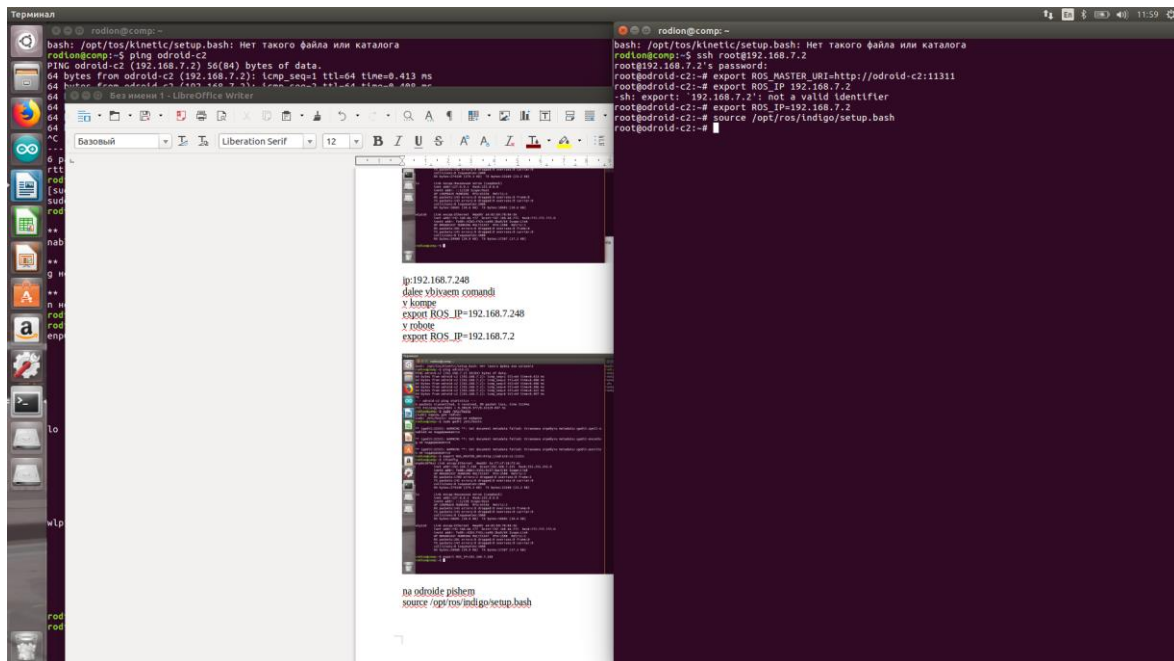

Рис. 25. Обновляем данные путем ссылки на файл setup.bash
7. Затем, в терминале робота, пишем: «*source /opt/ros/indigo/setup.bash*» (рис. 25):